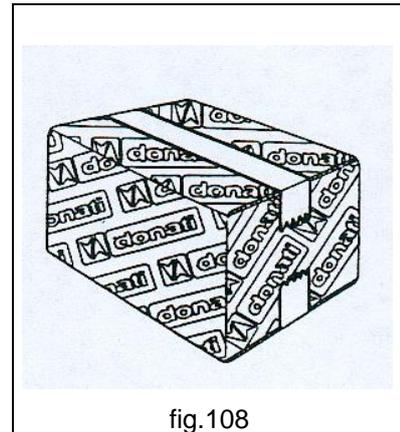

fig.108
- **NE JAMAIS** utiliser de pièces de rechange non d'origine ou non prescrites par le fabricant (fig.108).